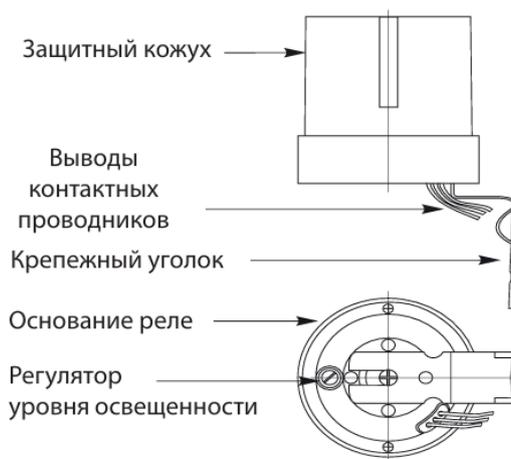

Рисунок 7. Установка фотореле
6.7. Кабель датчика освещения (фотореле) поставляется в сборе с фотореле и вводится в щит после непосредственной установки фотореле на крепежном уголке (*см. рис. 7*). Кабель подключается к клеммам X3.1, X3.2 и X3.6 как показано на *рисунке 6*.